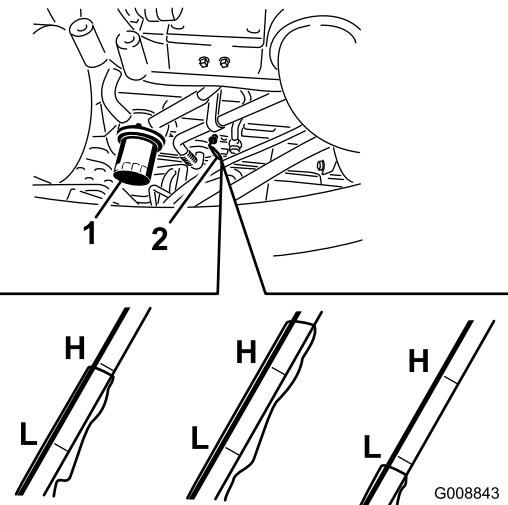

Figura 61
2. Retire la varilla (Figura 61), límpiea, vuelva a colocarla en el tubo y retírela de nuevo. El nivel de aceite debe llegar a la marca Lleno.
2. Retire el filtro de aceite (Figura 61). Aplique una capa ligera de aceite limpio al filtro nuevo antes de enroscarlo. **No apriete demasiado.**